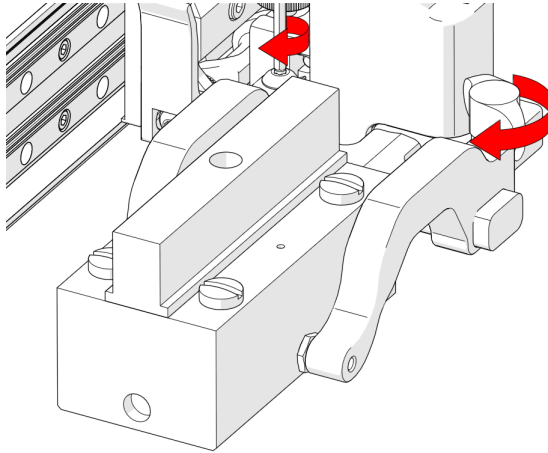

Abbildung 2-107 Schwenknöpfe
6. Ziehen Sie sowohl den Einstellknopf des Prüfkopfhalters als auch die Schraube der Armklemme fest (siehe Abbildung 2-107 auf Seite 118) und achten Sie darauf, dass der Keil in der Mitte des Bügels bleibt.